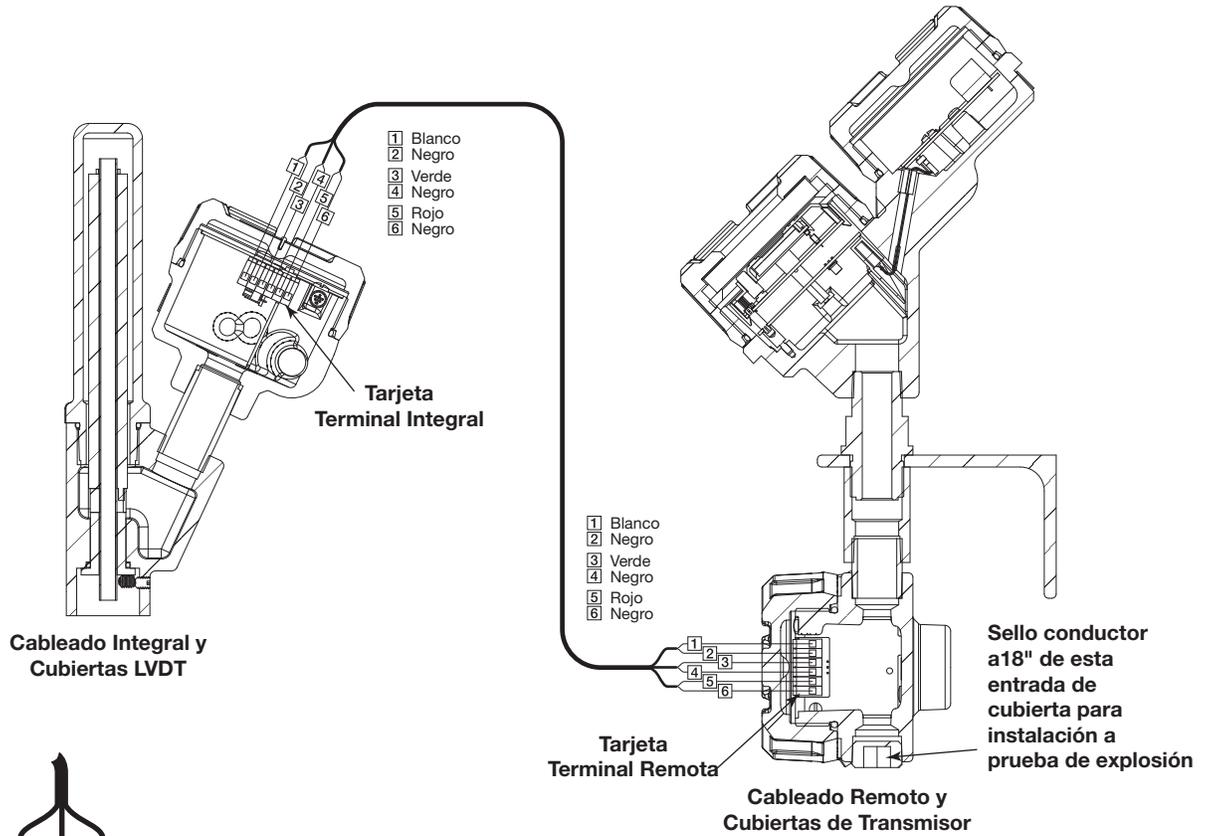

Figura 11
1. Instale conduit a Prueba de Explosión desde el transmisor E3 hasta la cubierta terminal de montaje íntegro en el LVDT. Se requiere un adaptador conduit A Prueba de Explosión (sello EY) hasta 18" de la cabeza de cableado del transmisor de montaje remoto (vea figura 11). Siga los pasos 2 a 7 del procedimiento de cableado de Montaje Remoto en la página 12.